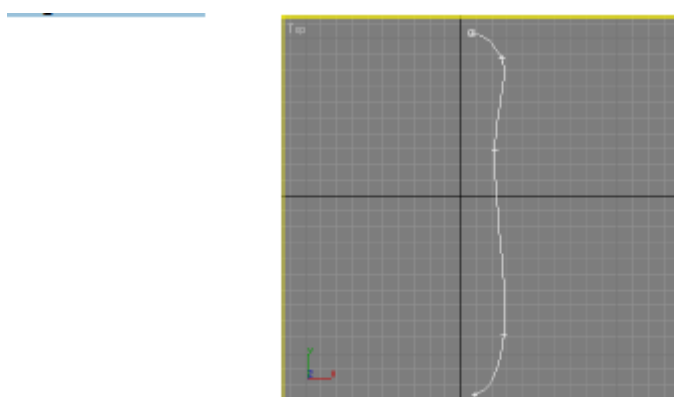

Рис. 5.14. – Создание формы ручки консервного ножа
4) Создание ручки. Поскольку этот элемент имеет осевую симметрию, создавать его будем как трехмерный объект, образованный вращением сплайнового профиля вокруг оси. Для создания ручки консервного ножа переключитесь в окно проекции Тор (Сверху) и с помощью инструмента Line (Линия) создайте кривую, показанную на рис. 5.14.